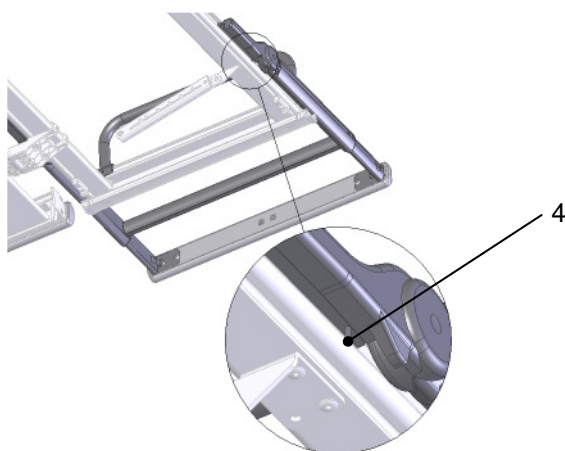

Abb. 2
1. Schlagen Sie den Zylinderstift (4) mit einem flachen Gegenstand nach oben (Abb. 2). Achten Sie dabei darauf, dass die Gelenkführung (Kunststoffteil) nicht beschädigt wird.